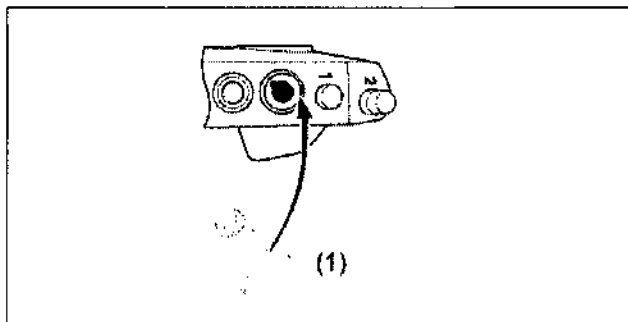

Рисунок 12
- б) Расположите клапан OF-B120 так, чтобы маленький металлический выступ около основания на ножке клапана совпадал с выемкой цилиндра клапана аспирации, который также окрашен в оранжевый цвет. ➡ рис. 12